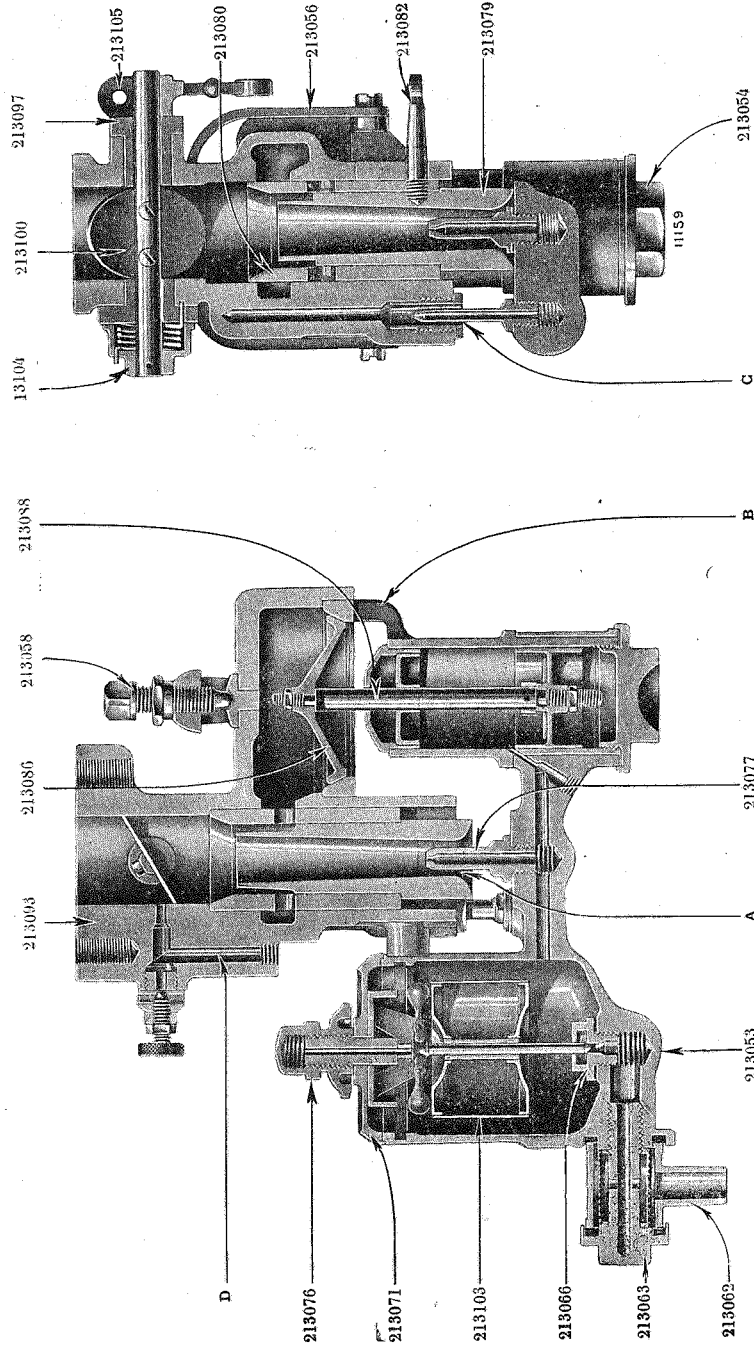

Fig. 22. — Coupe longitudinale et transversale du carburateur.
a. Description (fig. 22 et 23.)
LÉGENDE FIGURE 22.
Le mélange gazeux formé à ce gicleur passe par le conduit D (fig. 22).